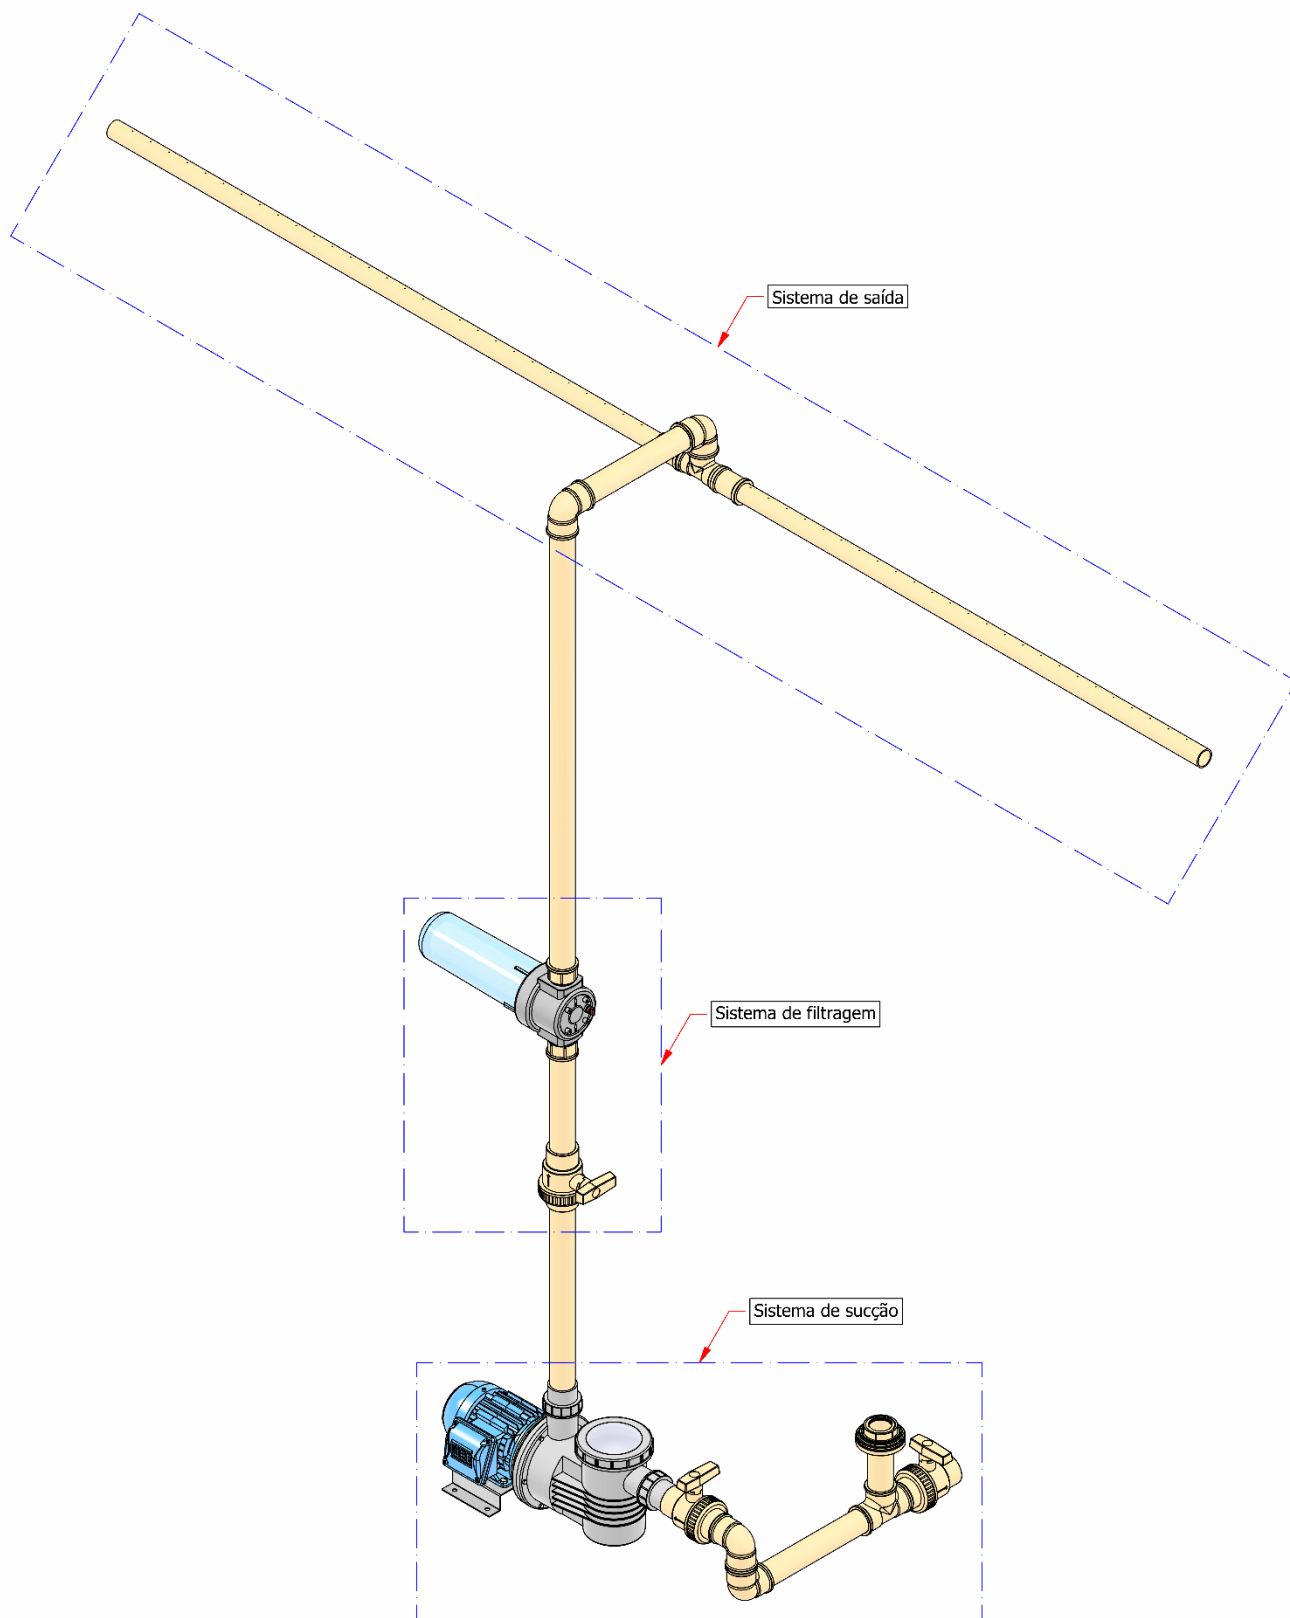

Figura 60
- Realize a montagem do conjunto de sucção conforme figura 60;